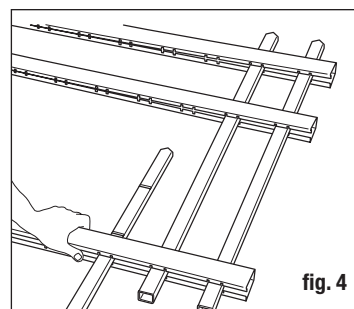

fig. 4
- Continue this process until all pickets are inserted into the rail with the tabs and notches aligned (fig. 4).
- While holding the bracket in place, attach one screw into one of the slotted holes. Place the screw at the end of the slot closest to the mounting face of the bracket (fig. 4).
- Continúe este proceso hasta que todas las estacas queden insertadas en los pretils, con las pestañas y las muescas alineadas (fig. 4).
- Mientras sostienes el soporte en su lugar, instala un tornillo en uno de los orificios ranurados. Coloca el tornillo en el extremo de la ranura más cercano a la cara de montaje del soporte (fig. 4).